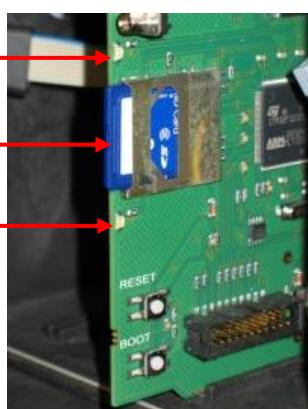

Abbildung 16
Schieben Sie die SD-Karte in den dafür vorgesehenen Steckplatz (1), wie es in Abbildung 16 dargestellt ist.